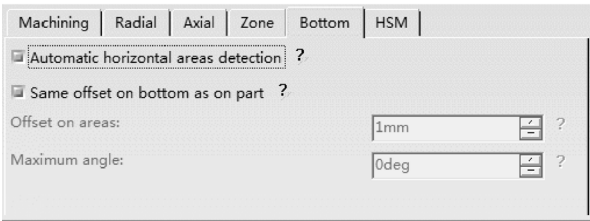

图 2-59 “Bottom” 选项卡
5) “Bottom” 选项卡。如图 2-59 所示，该选项相关参数如下：